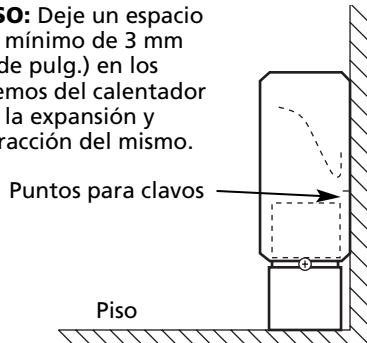

Figura 3 – Instalación del Calentador
1. Coloque el calentador en el lugar deseado en la pared como se muestra en la Figura 3, página 3. Para lograr la calefacción más cómoda, sitúe el calentador debajo de una ventana.